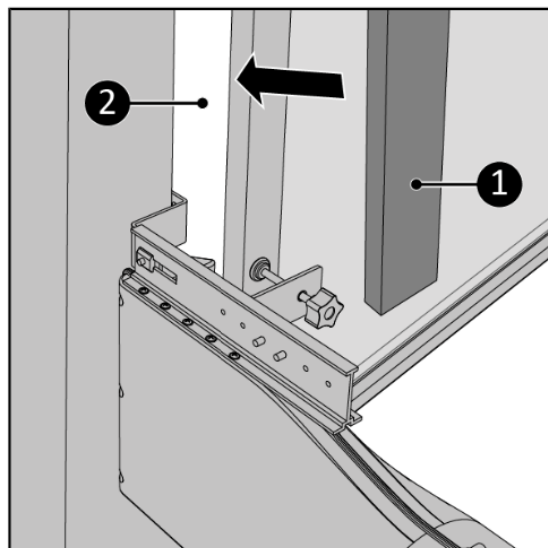

Figura 22.
17. Umpleți spațiile deschise (Figura 22, articolul 1) cu spuma izolatoare furnizată (Figura 22, articolul 2), sau tăiați spuma dacă este necesar.